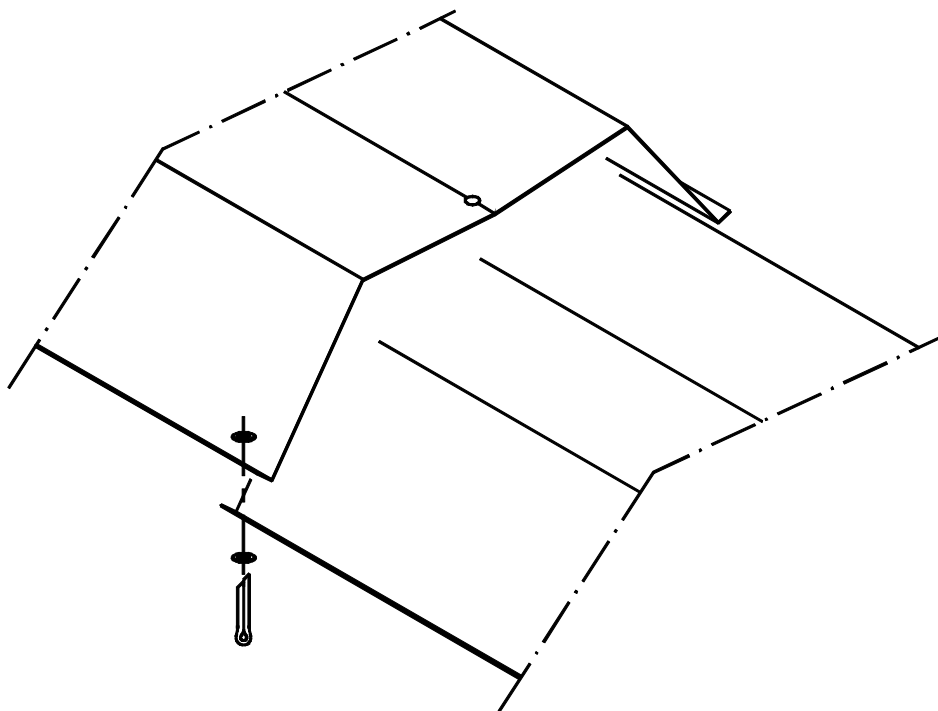

Рис. 25 Крепление отражателей - деталь
5) Разместить отражатели (после удаления защитной пленки) поверх кронштейнов таким образом, чтобы отверстия на них совпали (см. рис. 25).
6) Прикрепить отражатели друг к другу с помощью шплинтов, входящих в комплектацию оборудования (см. рис. 25). При этом первый отражатель должен быть прикреплен к кронштейну отражателя (расположенному около горелки) с помощью специального пальца (см. деталь на рис. 25а). О монтаже кронштейнов типа RBT см. рис. 1 на стр. 7.
Рис. 25а Прикрепление отражателя к первому кронштейну Деталь